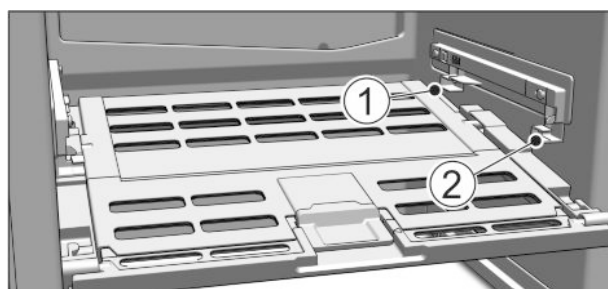

Fig. 16
- ▶ Umetanje poklopca ladice za voće i povrće: Uvedite zupce poklopca odozdo u stražnji držač Fig. 16 (1), a sprijeda umetnite u držač Fig. 16 (2) da uskoči.